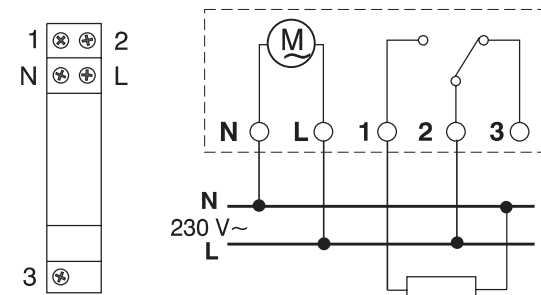

fig. 2
- raccorder l'alimentation 230V~ aux bornes N et L (fig. 2)
- raccorder le dispositif à commander aux bornes 1 - 2 - 3 (fig. 2)